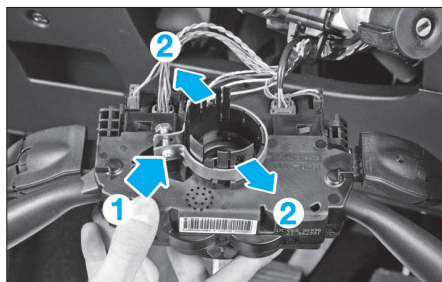

FIG. 30
- Desserrer le collier de serrage (flèche 1) du bloc commodo sur la colonne de direction et à l'aide d'un tournevis plat, écarter les deux languettes de maintien (flèches 2) pour dégager partiellement le bloc commodo (Fig.30).